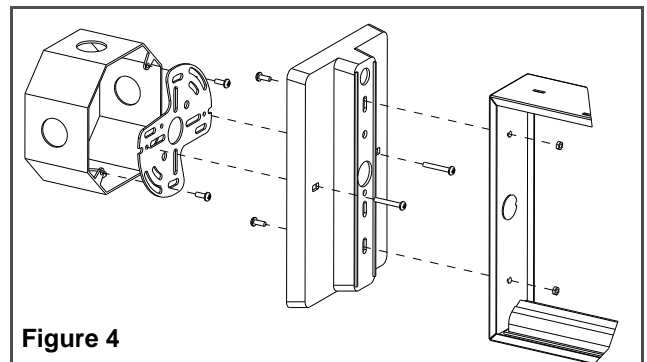

Figure 4
- b. Visser le pavillon de recouvrement à l'enseigne à l'aide des vis 8-32 x 3/8 po et des écrous à rondelle dentée fournis (voir Figure 4).